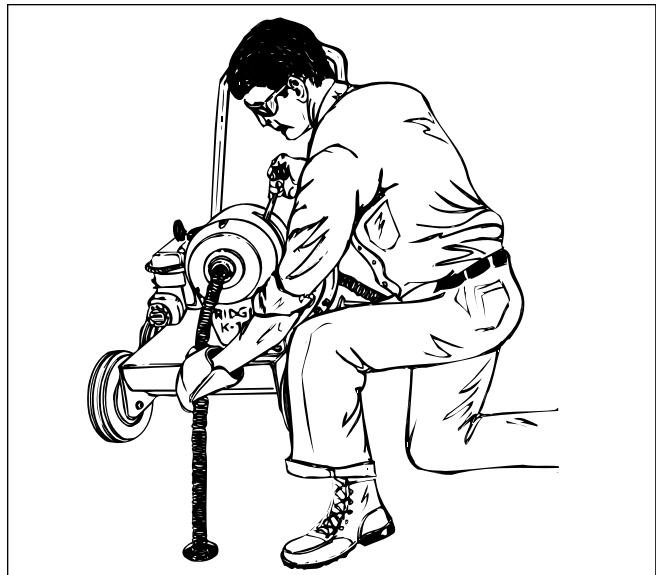

Figure 5 – Utilisation de la machine à curer les canalisations
4. Lorsque vous entamez le curage via un siphon en "P" de 4", introduisez le câble manuellement aussi loin que possible. (*Figure 5*)